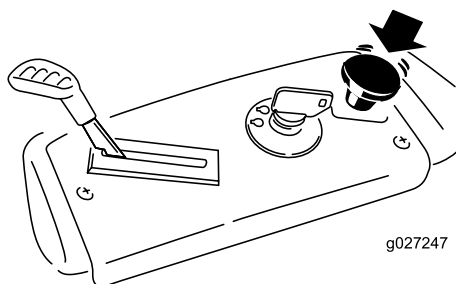

Figure 12
1. Désengagez les lames en poussant la commande des lames en position ARRÊT (Figure 12).